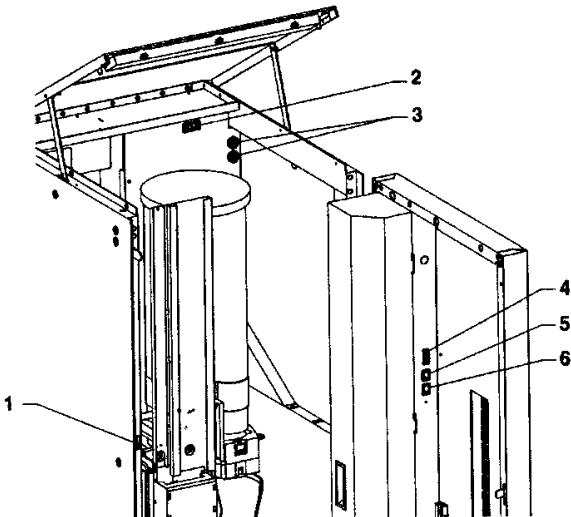

Рис. 4
Чтобы подключить питание к системе при открытой двери, просто вставьте специальный ключ в отверстие (4) (см. Рис. 4).